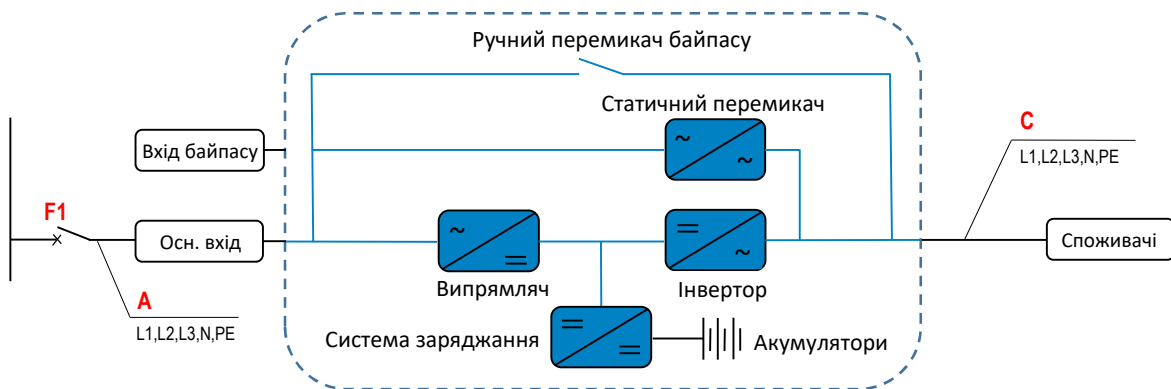
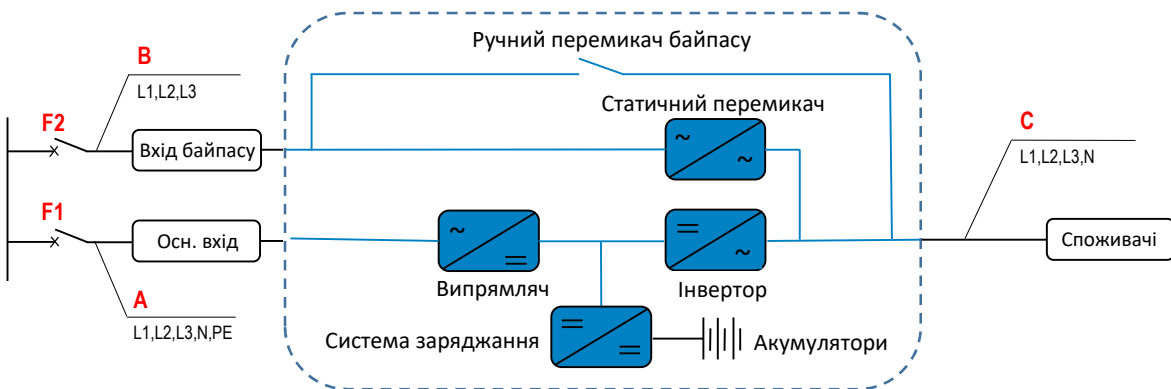
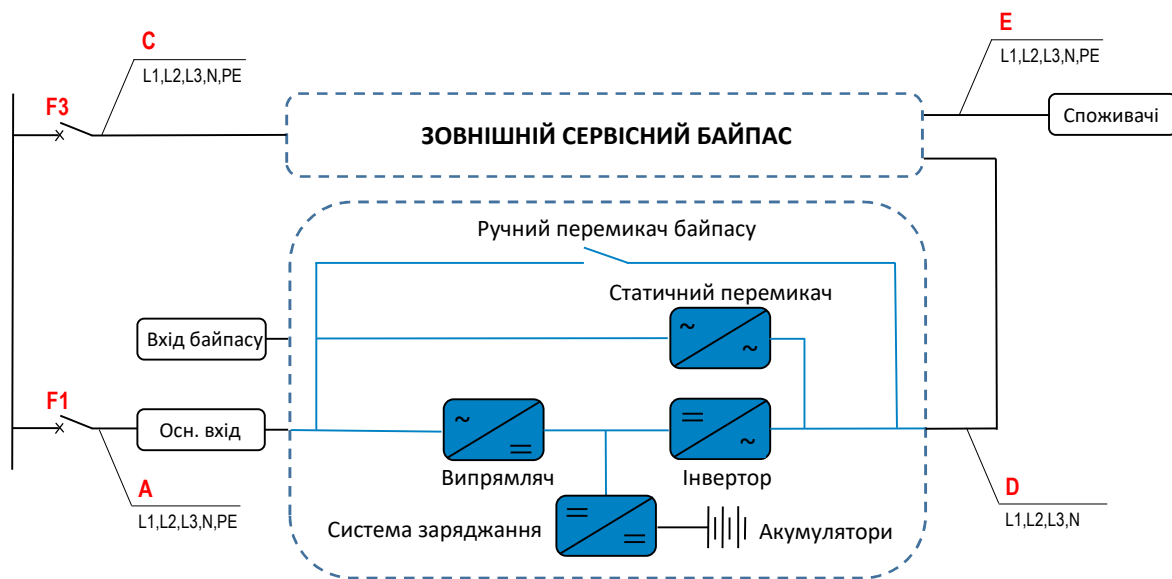
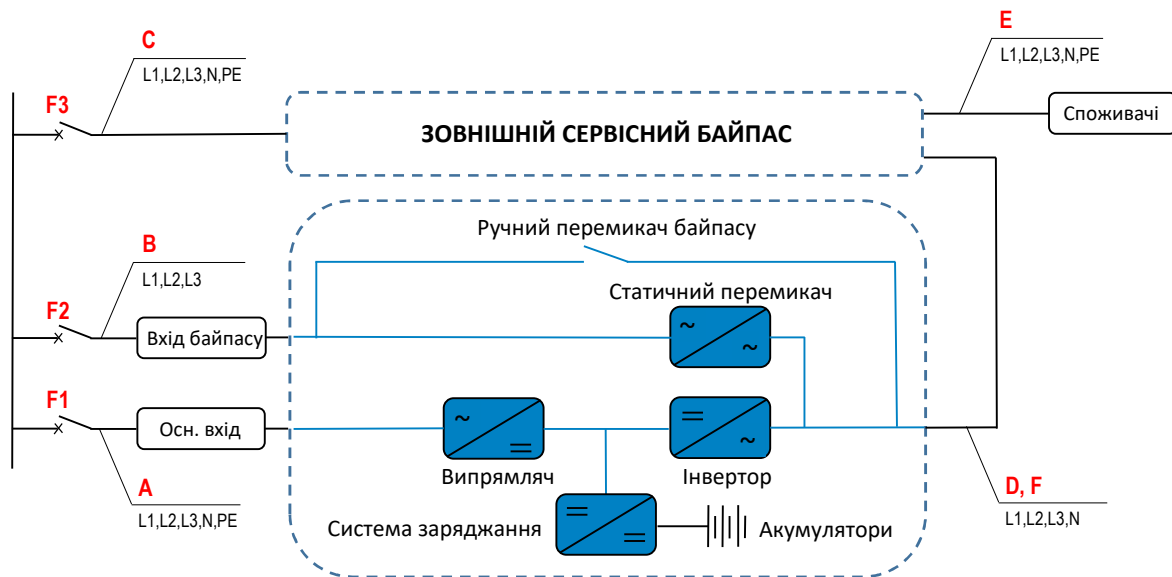

Рис. 4-1 Одноконтурна електрична установка з джерелом безперебійного живлення (UPS)
Рис. 4-2 Двоконтурна електрична установка з джерелом безперебійного живлення (UPS)
Рис. 4-3 Одноконтурна електрична установка з ДБЖ та зовнішнім байпасом
Рис. 4-4 Двоконтурна електрична установка з ДБЖ та зовнішнім байпасом
- Джерело безперебійного живлення (UPS) пристосоване як до 1-контурного (рис. 4-1 та рис. 4-3), так і до 2-контурного (рис. 4-2 та рис. 4-4) підключення. Рекомендованим типом електричної інсталяції для підключення джерела безперебійного живлення (UPS) є 2-контурна інсталяція.
- У разі використання в розподільних або споживчих ланцюгах за джерелом безперебійного живлення (UPS) диференційних вимикачів (RCD) рекомендується, щоб це були диференційні вимикачі з характеристикою спрацьовування A або B, короткодіючі (G, KV) або затримні (S) із номінальним диференційним струмом спрацьовування, що принаймні в 3 рази перевищує найбільший очікуваний стаціонарний струм захищеного ланцюга.